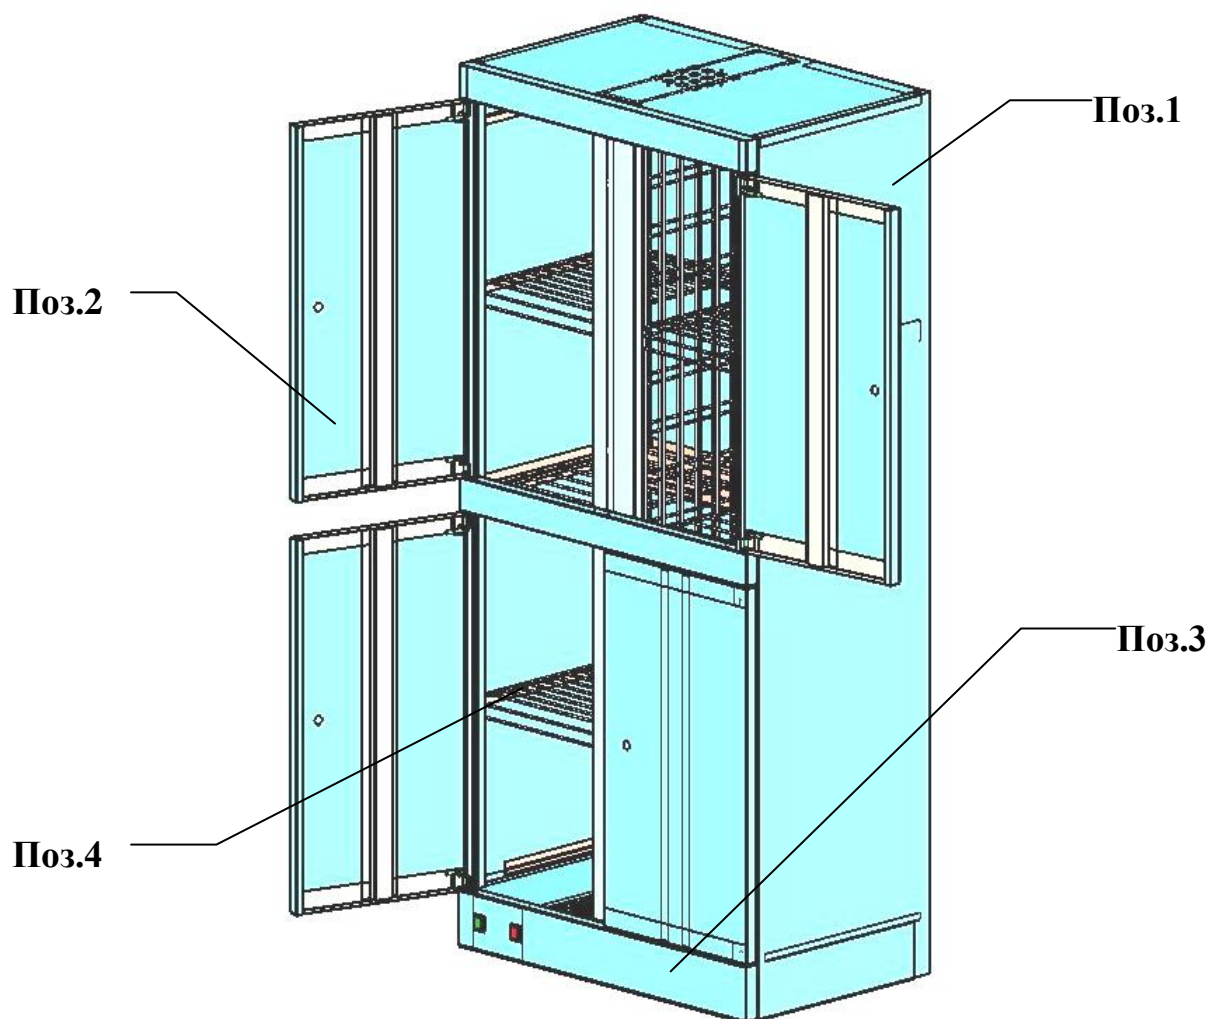

Рис. 1 Шкаф сушильный секционный ШСО 2000 - 4
- 3.1. Шкаф сушильный секционный (рис.1) состоит из металлического корпуса (поз.1), разделенного сетчатыми перегородками на четыре секции с четырьмя дверьми (поз.2), каждая из которых запирается на индивидуальный замок.
4.1. Комплект поставки шкафа представлен в таблице 2 и на рис.1÷22